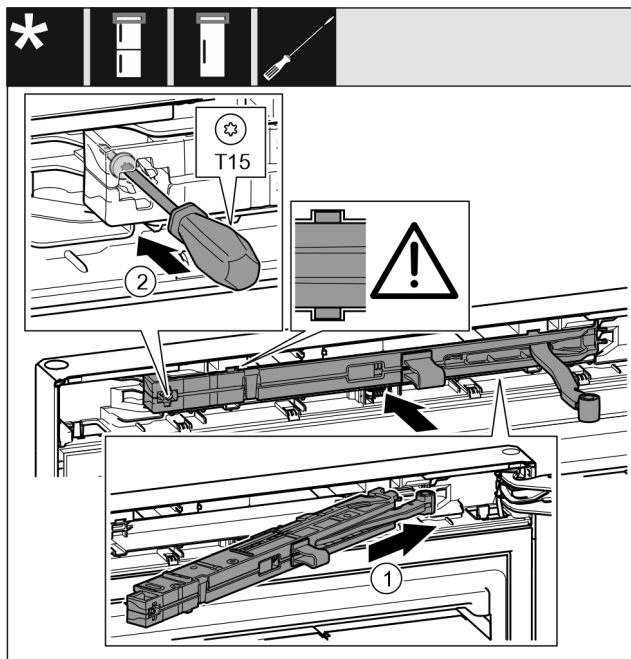

Fig. 49
- ▶ Pe partea suportului de lagăr împingeți înclinat unitatea amortizorului de închidere până la opritor în degajare. Fig. 49 (1)
- ▶ Înșurubați ferm șurubul cu o șurubelniță T15. Fig. 49 (2)